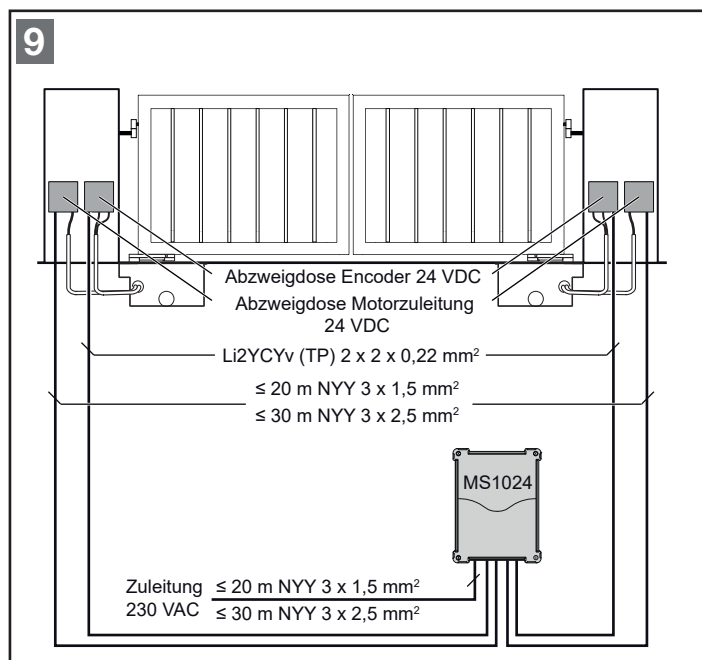

Bild 9 - Kabelverlegeplan Antrieb
Der Antrieb wird mit einer vorkonfektionierten Leitung 2 x 1,5 mm² und der Encoder mit jeweils 4 x 0,22 mm² geliefert. Für jeden Antrieb muss eine Zwischendose für die Motorzuleitung (24 V DC) und eine für die Encoderzuleitung (24 V DC) montiert werden. Von der Abzweigdose des Motors zur Steuerung eine Verbindungsleitung NYY 3 x 1,5 mm² (bis 20 m Zuleitung) bzw. NYY 3 x 2,5 mm² (bis 30 m Zuleitung) verlegen. Von der Abzweigdose des Motors zum Antrieb einen PE-Leiter (mind. 1,5 mm²) verlegen. Von der Abzweigdose des Encoders zur Steuerung eine Verbindungsleitung (Li2YCYv (TP) 2 x 2 x 0,22 mm²) verlegen. Siehe „Bild 9 - Kabelverlegeplan Antrieb“.